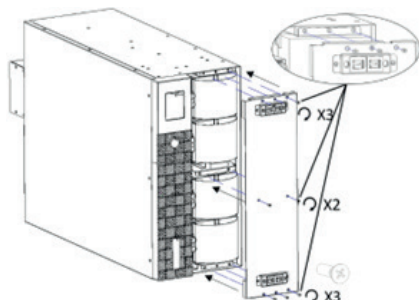

Рисунок 14
5. Установите на место кронштейн крепления батареи (рис. 14).